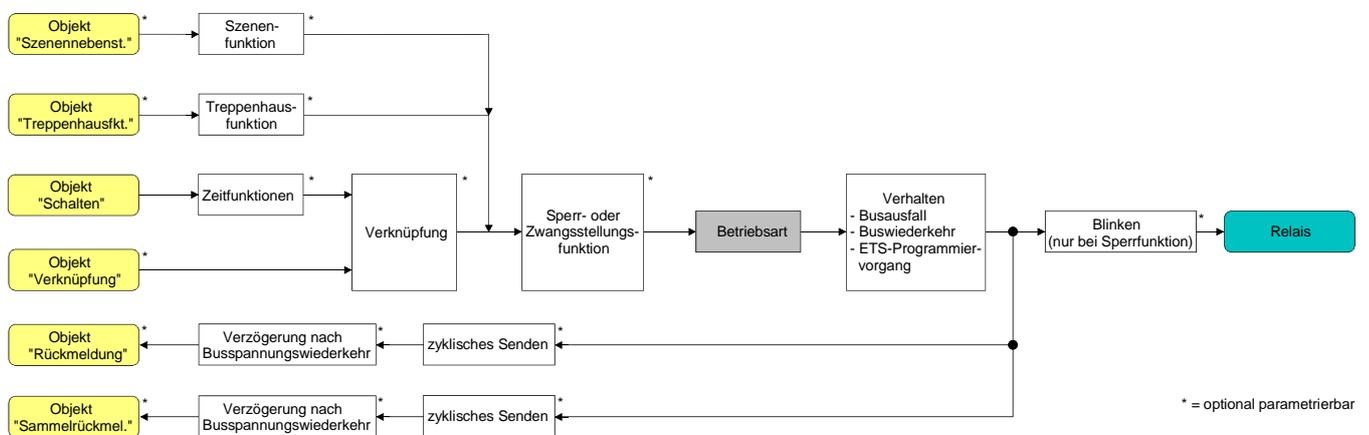

Bild 12: Funktionsschaltbild "Betriebsart"
- i** Der logische Schaltzustand ("ein - 1" oder "aus - 0") wird durch das Kommunikationsobjekt "Schalten" eingestellt und durch die Funktionen beeinflusst, die optional aktiviert werden können (z. B. Zeit-/Treppenhausfunktionen, Verknüpfungen, Sperr-/Zwangsfunktionen, Szenen – siehe Bild 12).